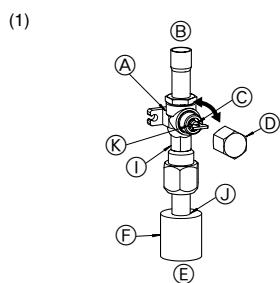
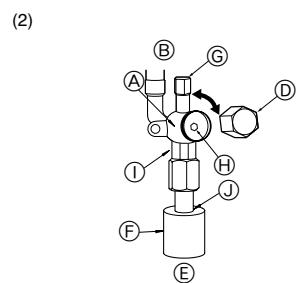

Fig. 4-5
Fig. 4-6
- (1) Для газа (Fig. 4-5)
- ① Снимите колпачок, потяните ручку на себя и поверните на 1/4 оборота против часовой стрелки для открытия.
- ② Убедитесь в том, что запорный кран полностью открыт, надавите на ручку и поверните колпачок в первоначальное положение.
- (2) Для жидкости (Fig. 4-6)
- ① Снимите колпачок и поверните шток золотника против часовой стрелки до упора, используя для этой цели 4 мм шестиугольный гаечный ключ. Прекратите поворачивать шток в момент, когда тот достигнет стопора. (09,52: Приблизительно 10 оборотов)